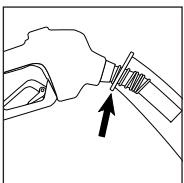

Figure 8
- ✓ Vérifiez que le bec soit inséré proprement dans le tuyau de remplissage. (Voir Fig.8)